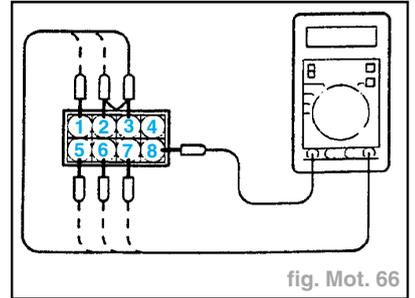

fig. Mot. 66
- Mesurer la résistance entre les bornes (fig. Mot. 66).